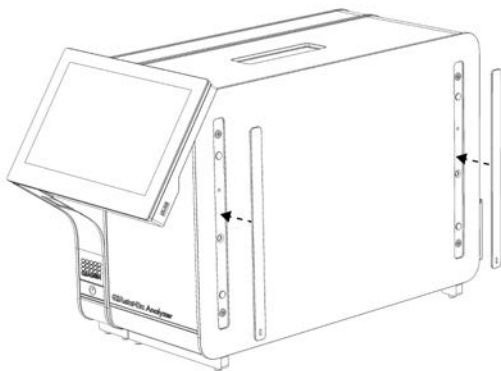

図 7. 保護カバーを再度取り付ける。
4. 分析モジュールの側面に保護カバーを再度取り付けます（図 7、次のページ）。